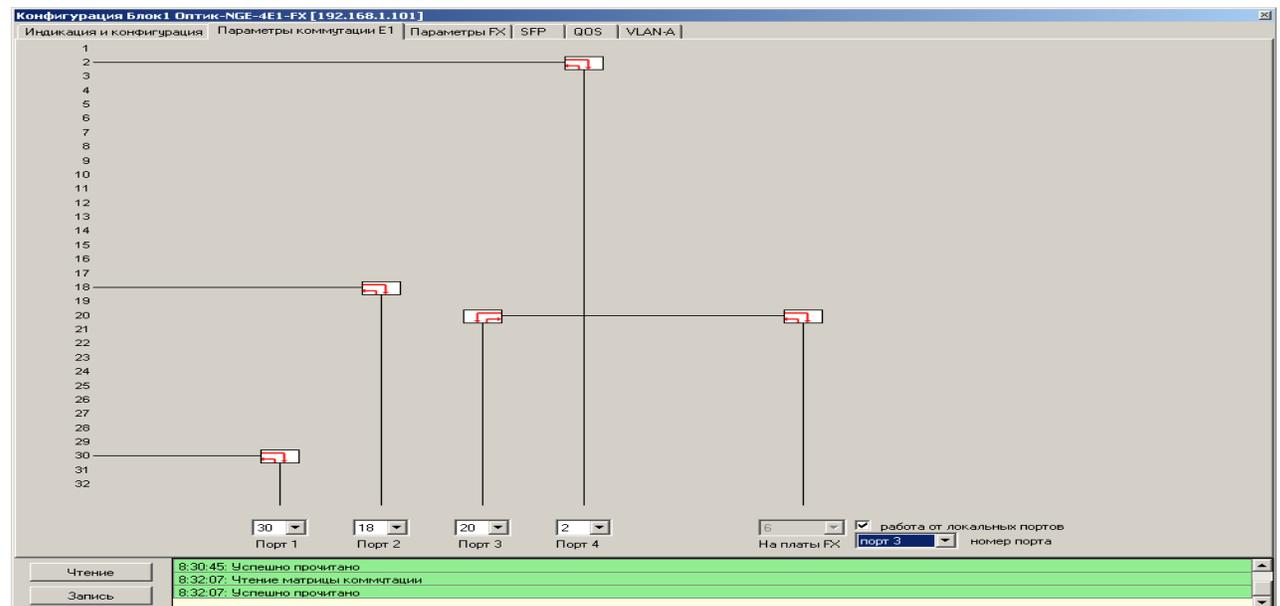

Рисунок 14 “Работа от локальных портов”
- 3 – управление функцией “Работа от локальных портов”. При включении функции можно выбрать один из 4 внешних стыков, куда коммутируется поток E1 “На платы FX”. Пример на рис.14